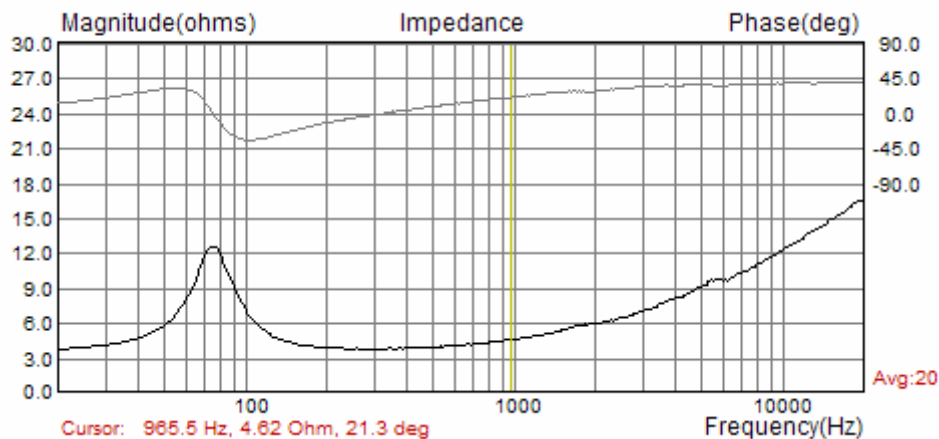

Ilustración 4.11 Mediciones de la impedancia con compensación
**¡Error! Nombre de archivo no especificado..** Obtendrá un gráfico como el que aparece en la ilustración 4.11.